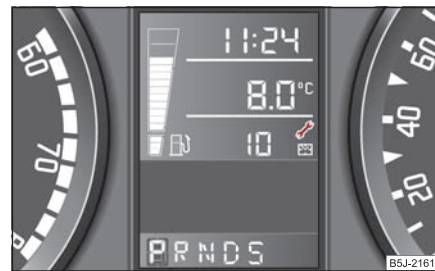

Fig. 20 Indicateur de la Périodicité des Entretiens: Nota
Un symbole représentant une clé (7) ⇒ fig. 20 apparaît sur l'écran du compteur kilométrique environ 30 jours avant la date prévue pour le prochain entretien. A ►